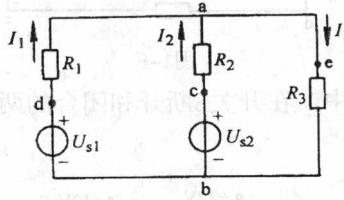

图1-10 具有三条支路两个节点的电路
在叙述基尔霍夫定律之前，先结合图1-10所示电路介绍几个电路的名词。
(1) 支路 电路中通过同一电流的每个分支称为支路。图1-10中，aeb，acb，adb均是支路。其中aeb支路不含电源，称无源支路；acb，adb支路含有电源，称为有源支路。
(2) 节点 三条或三条以上支路的连接点，称为节点，图1-10中，共有两个节点，a节点和b节点。
(3) 回路 电路中任意一闭合的路径称为回路。
在图1-10中，设 $I_1$ ， $I_2$ ， $I_3$ 的电流正方向如图，对节点a得